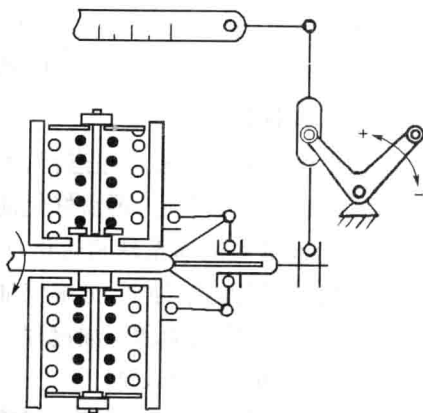

图 3-2 两极式调速器
(3)由指导教师从P型泵中拆出调速器,结合图3-2,让学生认识两极式调速器,观察飞块、调速弹簧、调速杠杆、调节齿条的装配关系;分析两极式调速器的工作原理。